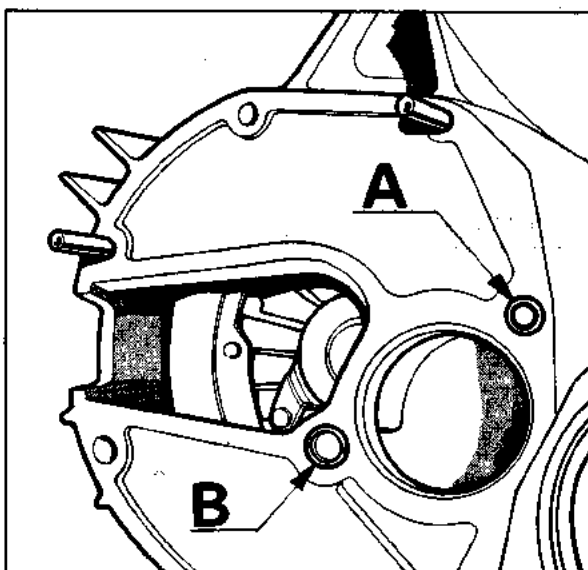

Fig. 11
- Controleer of de beide kleine O-ringen rond de olieverbindingboringen tussen versnellingsbak en differentieel (A) en (B) (fig. 11) zijn aangebracht.